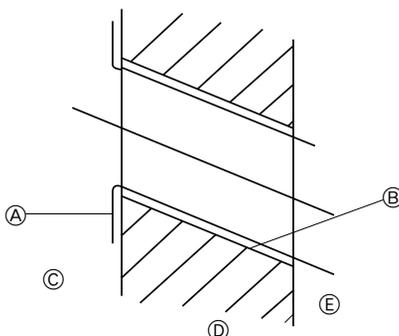

Fig. 3-3
2) Сверление отверстия для руб (Fig. 3-3)